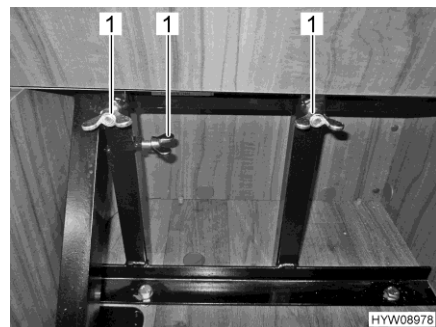

Fig. 26 Bloquer le siège emboîtable avec des écrous à oreilles
- Bloquer le siège emboîtable avec des écrous à oreilles (Fig. 26,1).